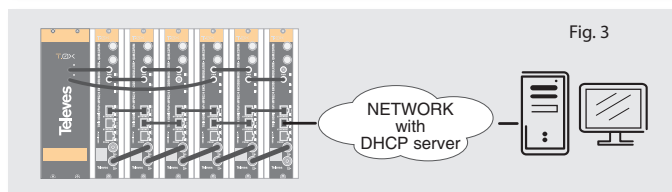
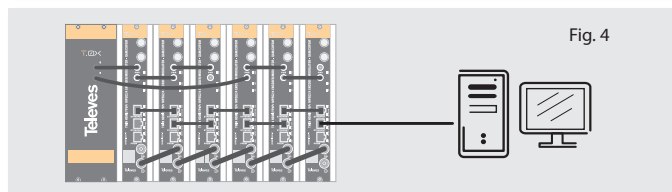

Fig. 3
Fig. 4
3. If a network is available that provides IP addresses through DHCP, connect the encoders to the network as shown in Figure 3. If such a network is not available, then a computer will need to be connected as shown in Figure 4.
3. Si dispone de una red que proporcione una dirección IP mediante un servidor DHCP, conecte los encoders a la red como se indica en la fig. 3. Si la red no está disponible, deberá usar un PC para la conexión como se indica en la fig. 4.